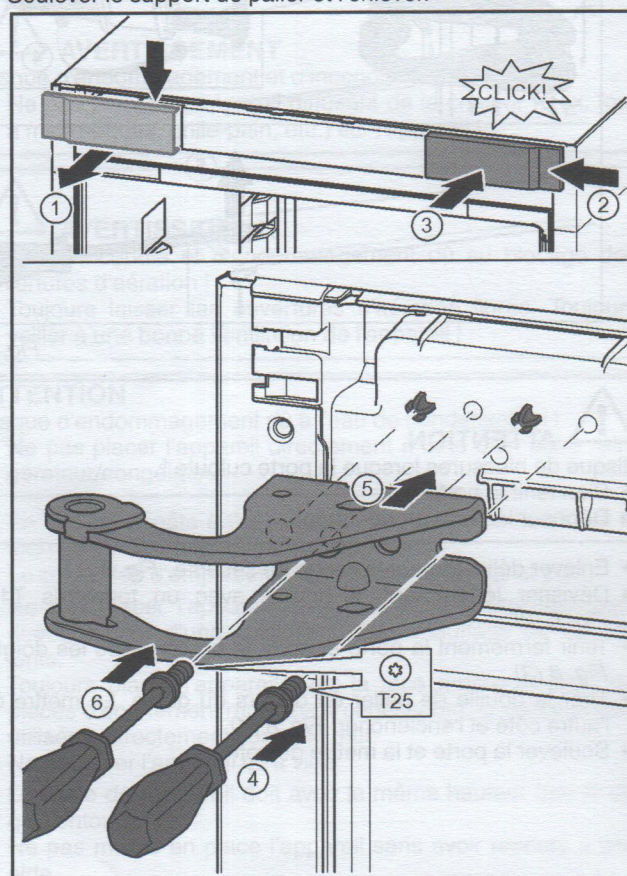

Fig. 10
- Libérer le cache et le retirer latéralement. Fig. 10 (1)
- Accrocher le cache tourné de 180° de l'autre côté à droite. Fig. 10 (2)
- Enfoncer le cache. Fig. 10 (3)
- Mettre en place la vis avec un tournevis T25. Fig. 10 (4)
- Mettre en place le support de palier supérieur. Fig. 10 (5)
- Serrer la vis. Fig. 10 (4)
- Mettre en place la vis avec un tournevis T25 et la serrer. Fig. 10 (6)